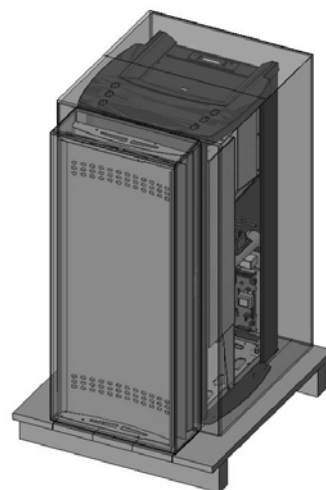

Figure 1 – Exemple emballage poêle + côtés en acier
- Il contient le poêle et les côtés en acier avec les profils (Fig.1)